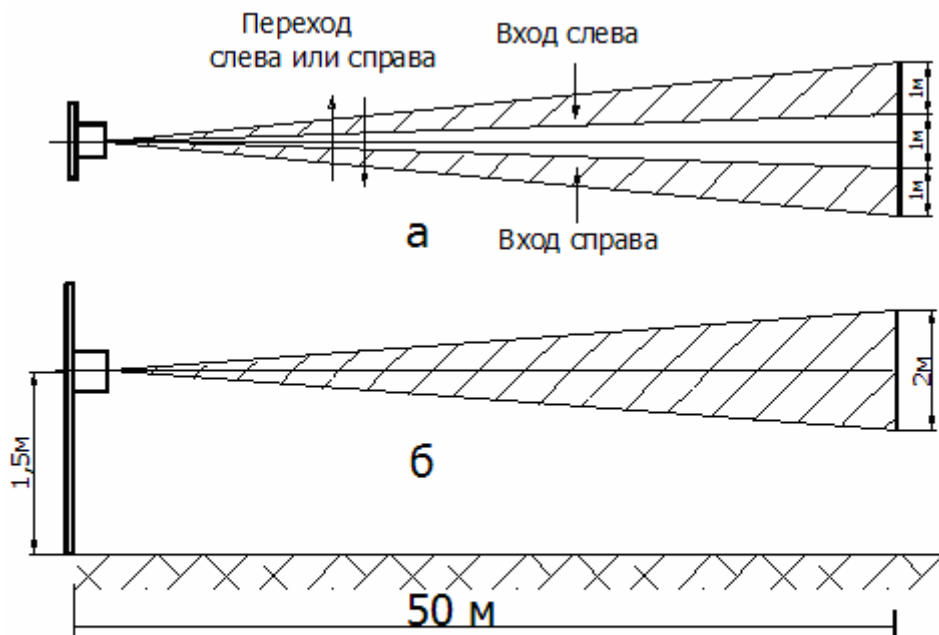

Рис. 1.1. Диаграмма направленности зоны обнаружения
- формируют извещение **ТРЕВОГА** при пересечении нарушителем зоны обнаружения на всей её дальности в соответствии с рис.1.1;
1.5.1 Принцип действия извещателя основан на регистрации разности температуры, возникающей при пересечении нарушителем зоны охраны, образованной двумя расходящимися лучами в форме пирамид с основаниями на границе зоны обнаружения. Диаграмма направленности зоны обнаружения приведена на рис. 1.1.
При одиночном включении в зоне обнаружения работает один извещатель в соответствии с рис.1.1.